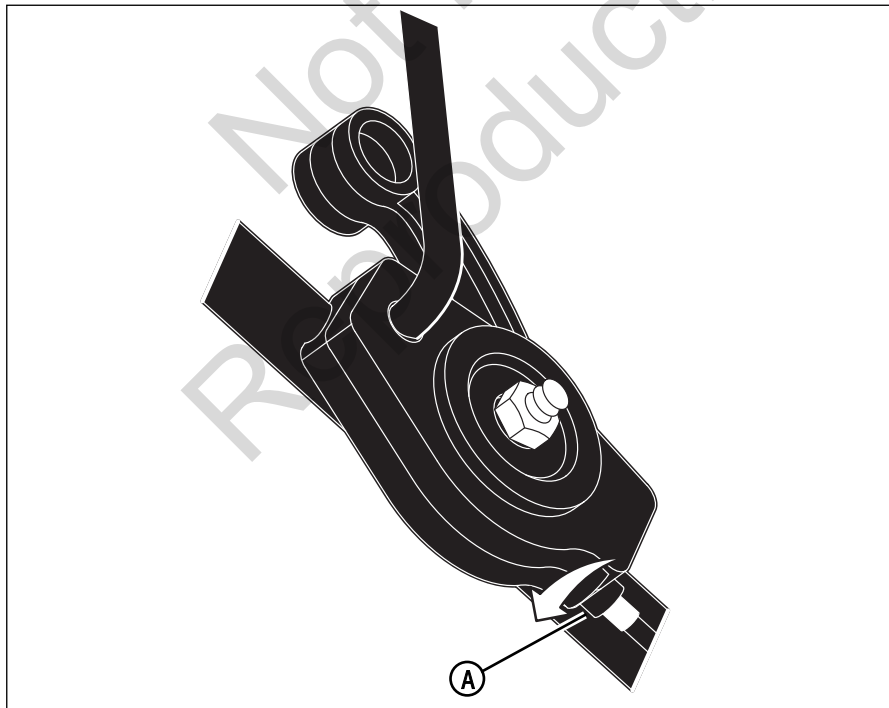

Figura 26: Ajuste del cable del sistema de tracción de las ruedas
1. Si el sistema de tracción se está deslizando, gire una (1) vuelta el ajustador del cable (**A, Figura 26**) en la dirección mostrada. Pruebe el sistema de tracción y revise en cuanto al deslizamiento.
2. Si el sistema de tracción sigue deslizándose, gire una (1) vuelta más el ajustador del cable para acortar el cable. Nuevamente, pruebe el sistema de tracción.